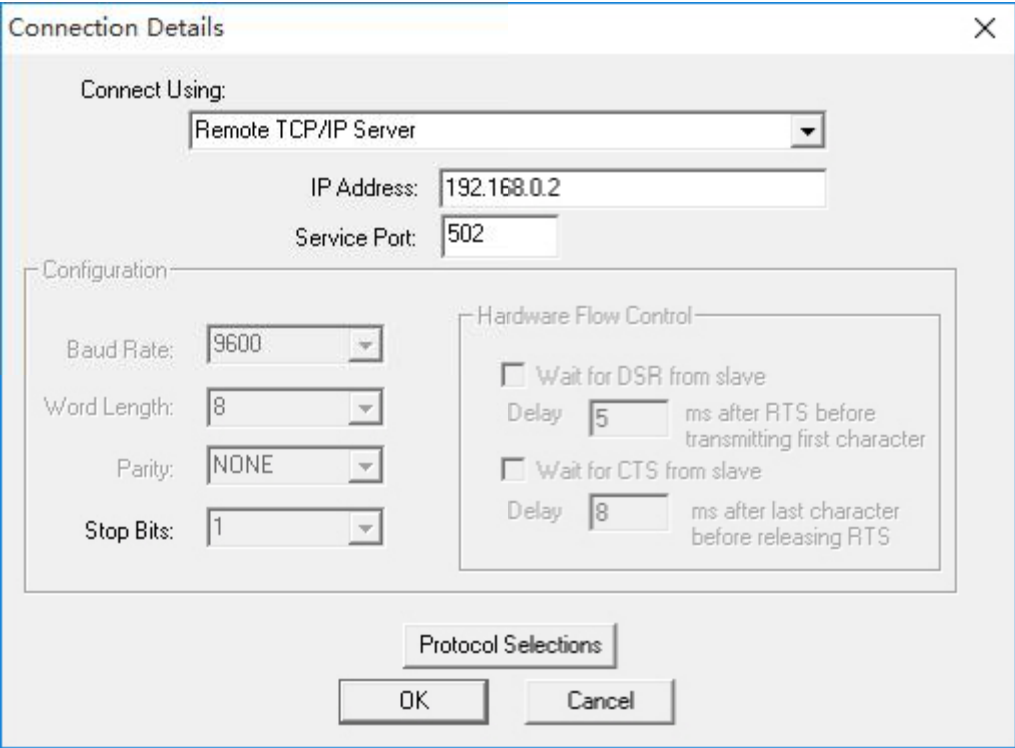

图 4-5
2、或者使用网线连接通讯卡的以太网口和电脑的网口，在测试软件中设置连接参数，如“图 4-5”。